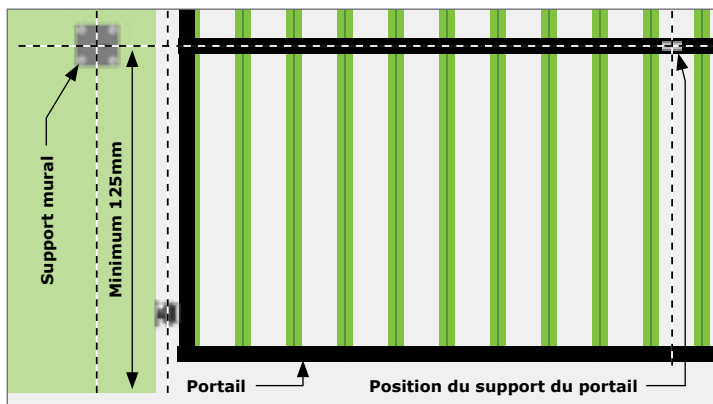

FIGURE 17. HAUTEUR DU SUPPORT MURAL
1. Marquez la longueur calculée requise sur le support mural en tenant compte de la valeur B, de la valeur E et de la forme du pilier conformément à la Figure 17 ci-dessus.